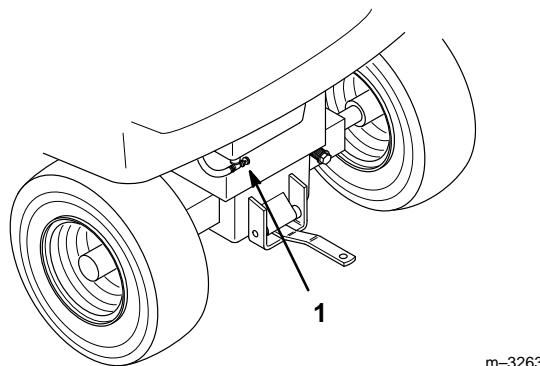

Figure 37
2. Fermer le robinet d'essence sous le réservoir (Fig. 37 & 38).
7. Rouvrir le robinet d'alimentation sous le réservoir (Fig. 37 & 38).